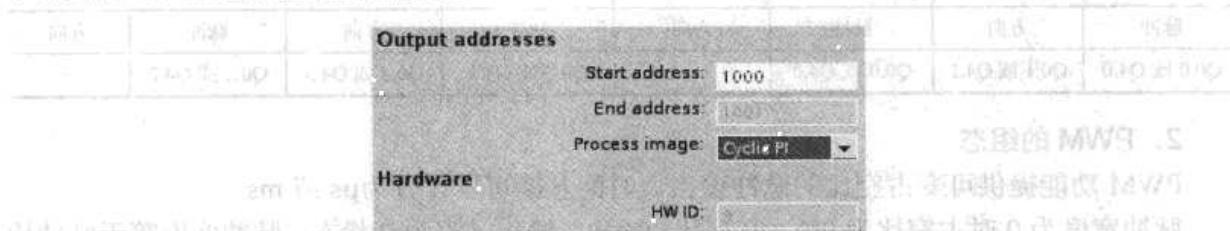

图 5-47 PWM 的输出地址
4) 选中左边窗口的“I/O addresses/HW identifier”参数组，在右边的窗口（见图 5-47）可以看到 PWM1 的起始、结束地址和 HW ID（硬件标识符）。可以修改其起始地址，在运行时可以用这个地址来修改脉冲宽度。
EN 输入信号为 1 状态时，用参数 ENABLE (I0.4) 来启动或停止脉冲发生器，用 PWM 的输出地址（见图 5-47）来修改脉冲宽度。因为在执行指令 CTRL\_PWM 时 S7-1200 激活了脉冲发生器，输出 BUSY 总是 0 状态。参数 STATUS 是状态代码。